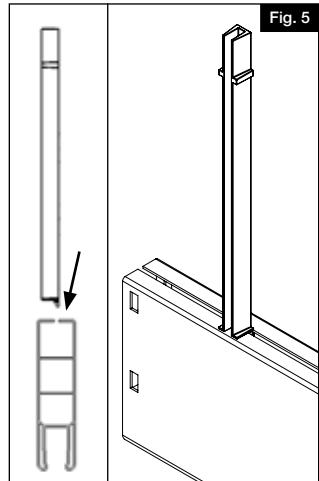

Fig. 5
a. Gire el montante lateralmente e inserte el extremo de la flecha en la ranura del travesaño (Fig. 5).